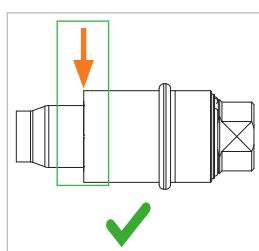

Figure 4
- ▶ Poussez le manchon (Pos. 1) à la main vers l'avant, jusqu'à ce qu'il soit au niveau des mâchoires de serrage (Pos. 3) (*Figure 4*). Le connecteur est à présent raccordé.